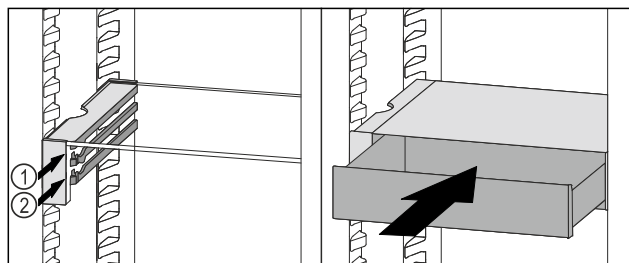

Fig. 154
- 将 VarioSafe 抽屉放置在所需肋梁 Fig. 154 (1) 或 Fig. 154 (2) 上的止挡器后面。